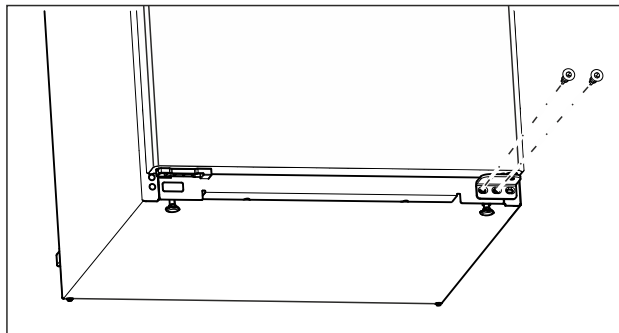

Fig. 6
- ▶ Svitare la vite centrale sul blocco inferiore di supporto con un cacciavite Torx 20. (vedere Fig. 6)
- ▶ Svitare la vite interna sul blocco inferiore di supporto con un cacciavite Torx 20. (vedere Fig. 6)